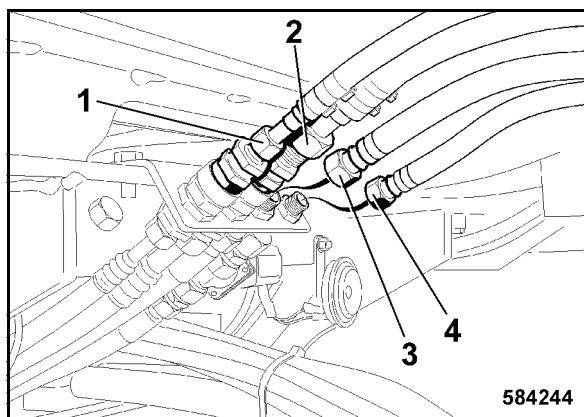

Bild 190
- Liitä ilmastointilaitteen tulo- 1 (Bild 190) ja paluu (2) pikalukituksilla.
- Liitä lämmityksen tulo- (4) ja paluu (3). (Huomioi letkun merkintä).